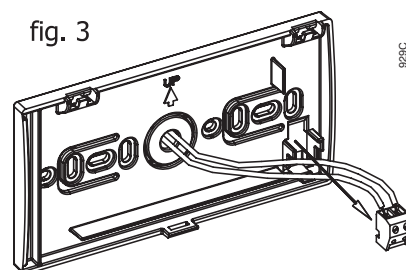

fig. 4
- riporre la morsettiera nella sua sede e richiudere il controllo remoto (fig. 4);